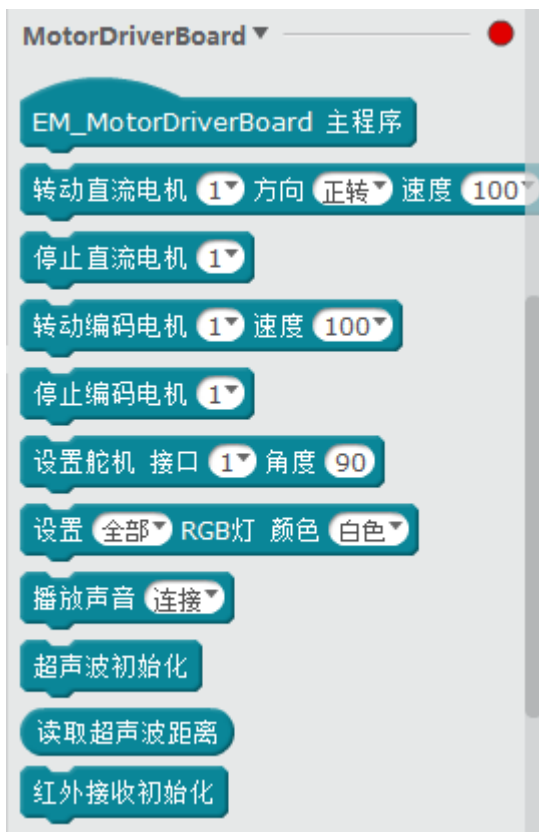
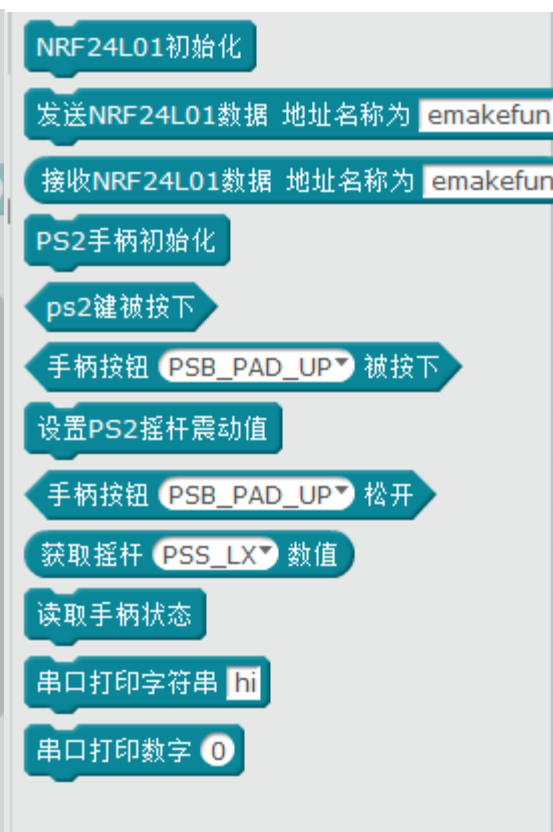

图 1-15
图 1-16
- 3) 机器人模块主要功能是控制机器人执行相应的动作，比如前进，后退，舵机转向等，如图 1-15 和图 1-16